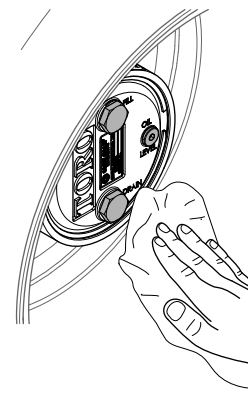

図 68
3. プラネタリハウジングとブレーキハウジングをきれいに拭く 図 68。